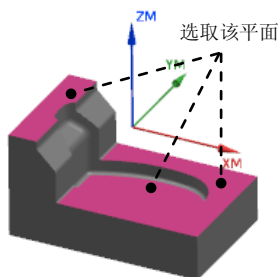

图 2.23 指定切削区域
Step2. 选取图 2.23 所示的面为切削区域（共 3 个面），在“切削区域”对话框中单击 **确定** 按钮，完成切削区域的创建，同时系统返回到“底面壁”对话框。